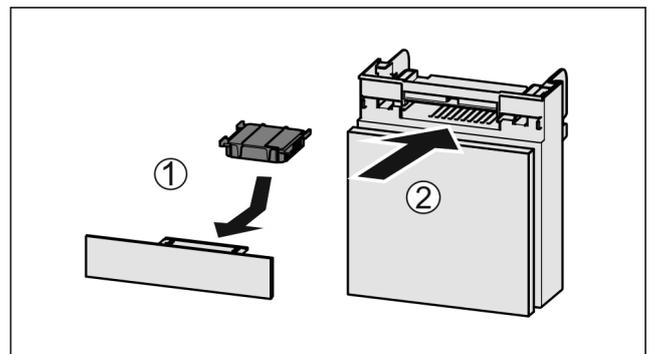

Fig. 73
- Insérer le filtre à charbon actif d'après le schéma Fig. 73 (1).
- Insérer le compartiment Fig. 73 (2).